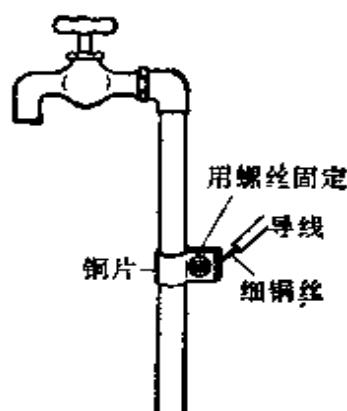

图 1-3
2. 地线 如图 1-3。因为自来水管通到地里，所以是一根很好的地线。安装方法是：找一块铜片，焊上一根导线，将铜片两端各钻一个孔，用螺丝固定在自来水管上。导线的另一端准备引入收音机内。